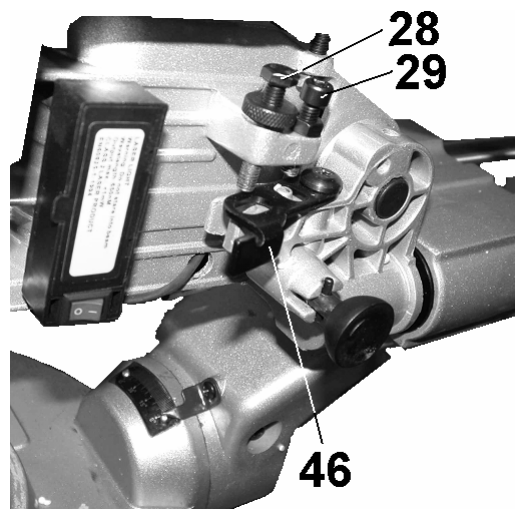
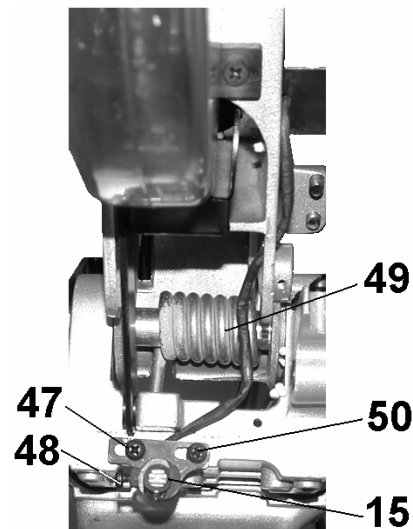
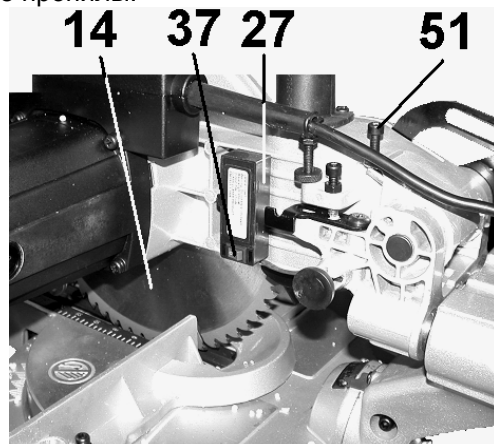

Рис. 10
Рис. 11
Рис.12
Винт (29), Рис.10, ограничивает максимальное опускание пильного диска (14), Рис.2. Для регулировки максимальной глубины опускания пильного диска (14) ослабьте контргайку винта (29), Рис.10. Отрегулируйте и зафиксируйте контргайкой положение винта (29), Рис.11.
Ограничение глубины пропила регулируется вращением винта (28), Рис.10. Для того, чтобы винт (28) ограничивал опускание пильного диска (14) на требуемую глубину пиления, необходимо переместить упор (46), как показано на Рис.10.
Возвратная пружина (49), Рис.11, служит для автоматического подъема пильного диска (14) после пиления, Рис.12. Жесткость возвратной пружины (49) регулируется винтом (51), Рис.12.
10.6.1. На вашей пиле установлен лазерный указатель (15), Рис.12. Для включения и выключения луча служит переключатель (37), Рис.12.
10.6.5. Включите лазерный указатель (15) переключателем вкл./выкл. (37), Рис.12.
10.6.7. Параллельность проекции луча лазерного указателя (15) с линией распила на заготовке регулируйте винтом (48), Рис.11.